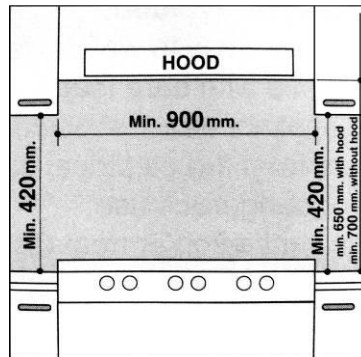

Fig.5
- c) Los gabinetes deben colocarse cerca del capó a una altura de 420 mm como mínimo (Fig. 5).